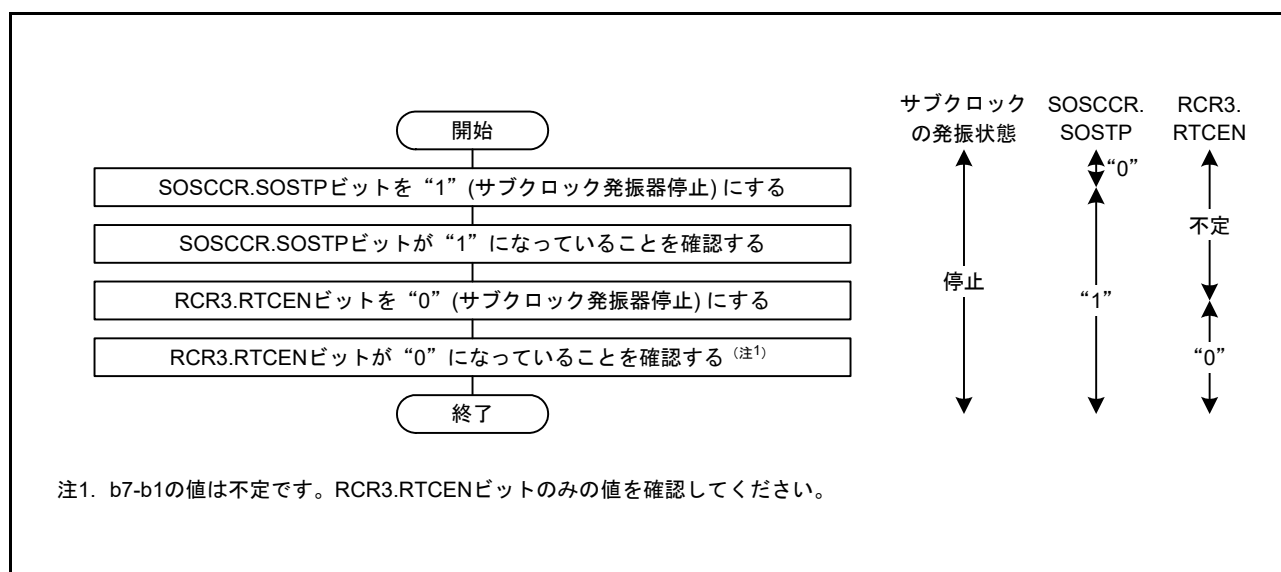

図 9.13 サブクロックを使用しない場合の初期化フローチャート例
- サブクロックを使用しない場合は、図 9.13 のフローチャートの例に従って初期設定してください。